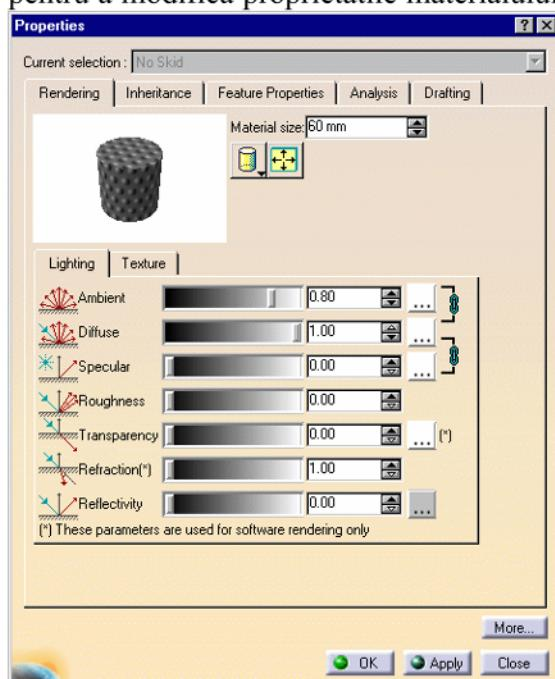

Fig.82. Proprietăți ale materialului
- Se alege materialul specificat din arborele de comenzi și se deschide fereastra **Properties** (fig.82) pentru a modifica proprietatile materialului.